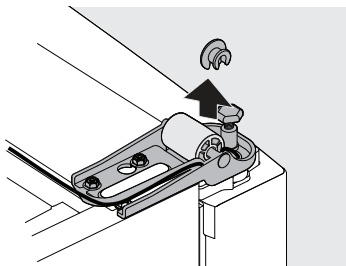

Figura 2
6. Guíe el cable gris y los conectores hacia fuera por debajo del eje de la rueda y del espaciador de la rueda (vea la figura 2).